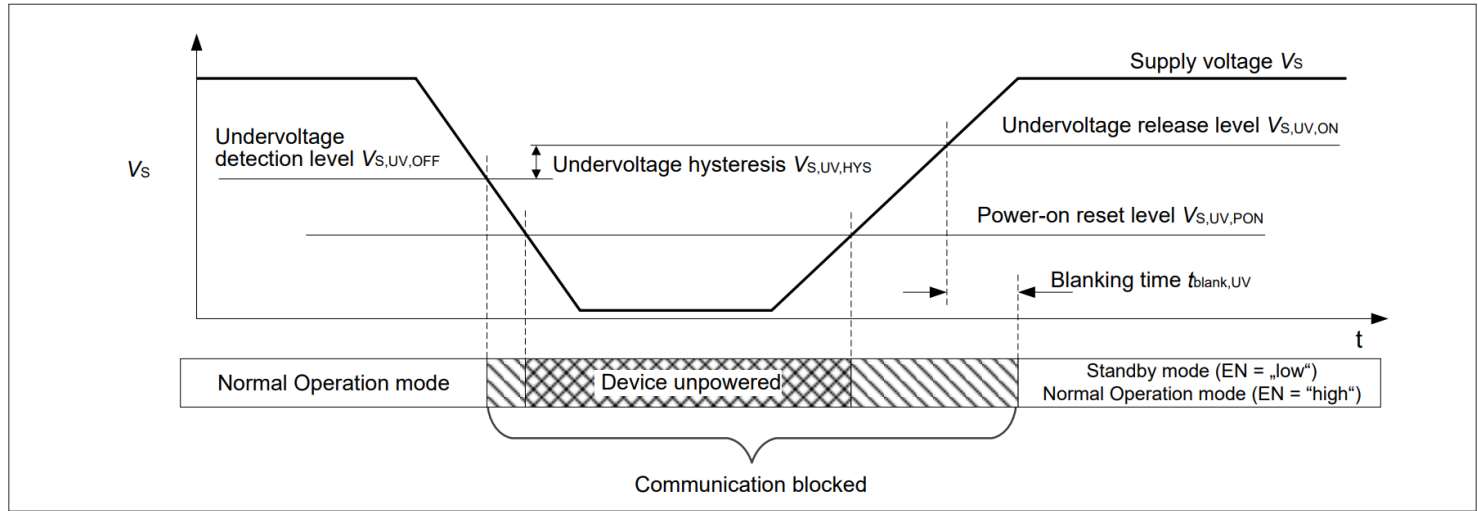

图 12 欠压检测及上电复位
- 如果电源 V_S 下降到低于上电复位电平 $V_{S,UV,PON}$ ，器件不仅会阻止LIN总线与微处理器之间的通信，还会在 V_S 电源恢复后，进入待机模式。在待机模式中，器件指示 RxD 输出上的上电事件。上电复位电平在所有运行模式下均有效。见图12。